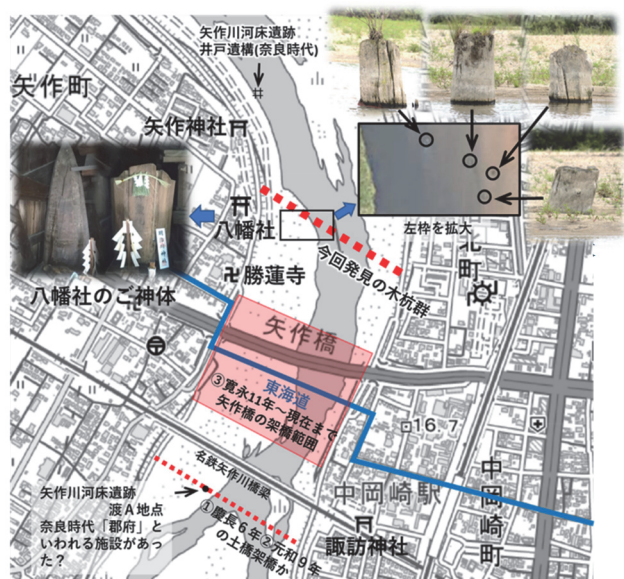

図 7 歴代矢作橋の架橋位置(赤着色)と木杭列(赤点線表示)の位置と方向
③寛永 11(1634)年、④延宝元(1673)年、⑤正徳 3(1713)年、⑥延享 2(1745)年、⑦宝暦 11(1761)年、⑧天明元(1781)年、⑨寛政 11(1798)年、⑩文化 14(1817)年、⑪天保 11(1840)年、⑫明治 10(1877)年、⑬明治 23(1890)年の矢作橋が特定できました。(表 1 歴代矢作橋一覧 参照)
これら(③～⑬すべて)は、右岸矢作町側の東海道と左岸八帖町側の東海道との間(現矢作橋を挟んだ上下流の着色域)に架橋されていることがわかりました。(図 7 歴代矢作橋の架橋位置と木杭列の位置と方向)
初期の土橋、①慶長 6(1601)年、②元和 9(1623)年の架橋位置は、八町(丁)との間の中州を橋台として架橋されたと記録があるとのことです(岡崎市史 8 巻(昭和 5 年版))。現在の名鉄矢作川橋梁下流あたりではないかと考えています。(図 7 参照)(※ここにも木杭列が確認されています。またの機会に触れたいと思います)